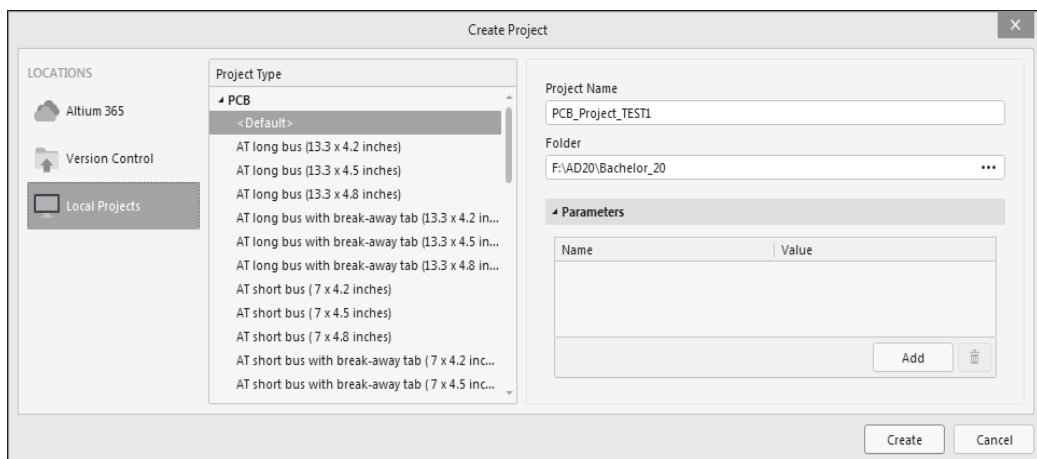

Рис. 1.5. Диалоговое окно создания нового проекта
- командой меню **File | New | Project** (Файл | Новый | Проект) открыть диалоговое окно **Create Project** (рис. 1.5). В трех полях окна выполнить следующие действия: